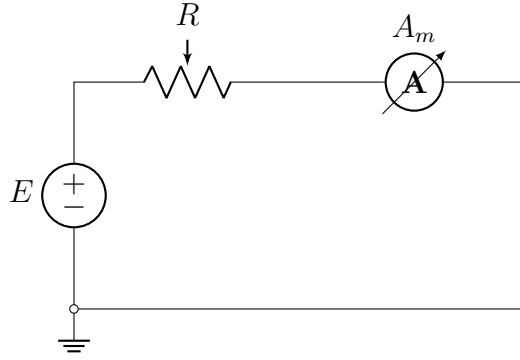

Figura 8: Montaje Experimental para Determinar la Resistencia Interna (R_a) de un Amperímetro.
3.2.2 RESISTENCIA INTERNA DE UN AMPERÍMETRO Puede demostrarse que la corriente, I_m detectada por el amperímetro de la figura 8 es:
- Mida la salida de la fuente (E).
- Arme el circuito mostrado en la figura 8.